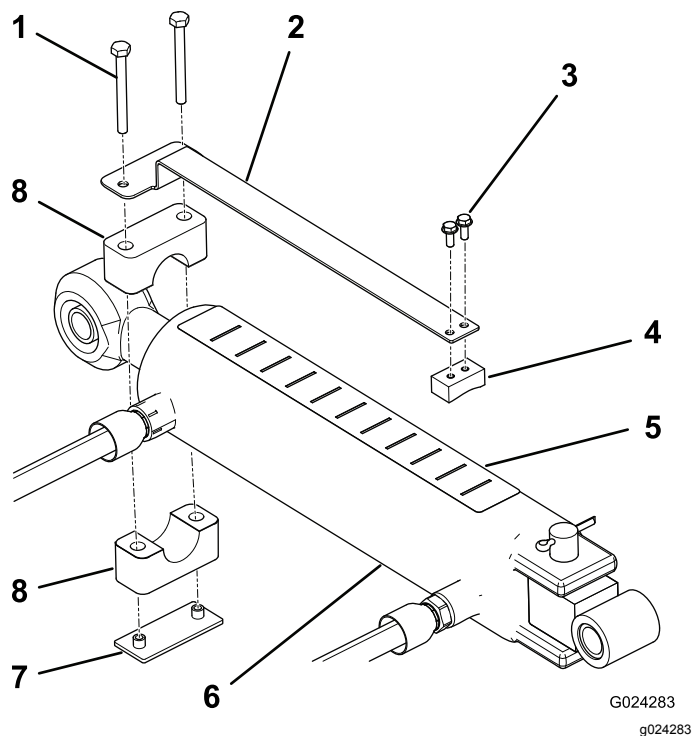

図 8
1. スライドブロックの平らな面に深さゲージを取り付けるねじ#10 x 1/2"2本を使用し、各部材を図8のように配置する。
2. チューブクランプ、溶接プレート、およびねじ1/4 x 2 1/2"2本を使って、深さゲージを上リンクシリンダのロッドの先端部に仮止めする図8。適当な位置に自由に回せるようにクランプはゆるく止めておくこと。
4. シリンダの上部に深さ表示ステッカーを貼り付ける。運転位置から見える位置で、かつ、油圧ホースなどの配置を邪魔しない位置を選んで貼り付けること図8。デカルの端を、Jの字をエアレータに向けて貼りつける。